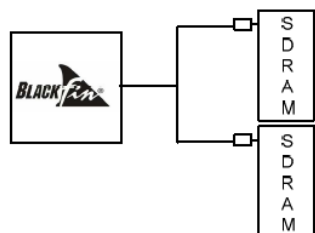
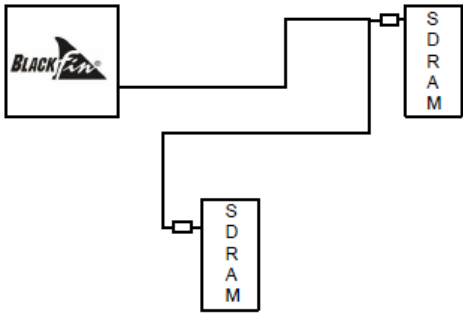

图18. 正确：分布线路并使各线路长度相同
图19. 错误：线路回环
- 当分配信号时，到所有设备的布线长度（图18）应（尽可能）相同。避免出现图19中的回环。